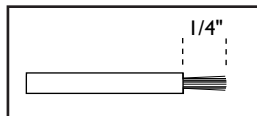

fig. 2
7. Couper le fil de signal bleu (côté de sonde de DENSO) approximativement 7,6cm, puis dénuder 0,63cm de l'isolation du fil et de son fil correspondant (côté de connecteur). (Voir fig. 2) Couper un fil noir de réchauffeur (côté de sonde de DENSO) approximativement 5cm fil et son correspondant (côté de connecteur) approximativement 2.54cm. Couper l'autre fil noir de réchauffeur (côté de sonde) approximativement 2.54cm et son dos correspondant approximativement 5cm de fil (côté de connecteur). Couper le dos restant approximativement 7,6 de fil (côté de connecteur) et dénuder 0,62 de l'isolation du fil et du fil de masse blanc (côté de sonde).